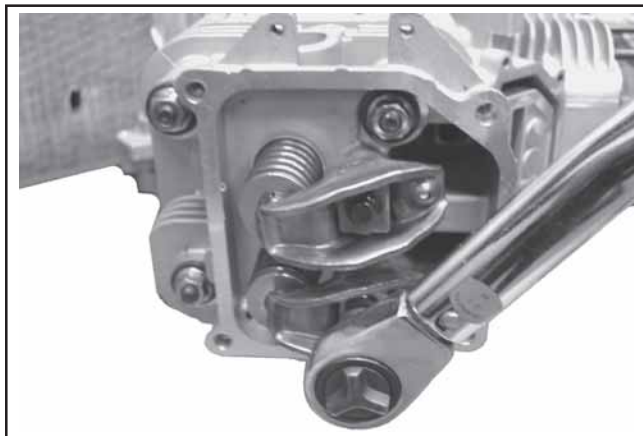

Figure 11-42. Serrage des vis du culbuteur.
3. Serrer les vis hexagonales à brides au couple de **11,3 N·m (100 in. lb.)**. Voir la Figure 11-42.